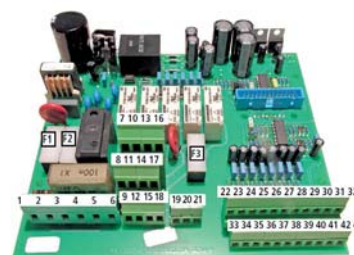

Fig. 2.g
- Anslut signalen för hög nivå till klämmorna 22–23 och signalen för låg nivå till klämmorna 33–34 (fig. 2.g).